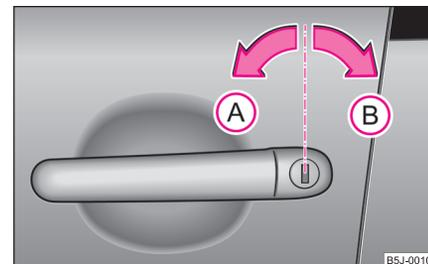

Fig. 21 Giros de llave para abrir y cerrar
- Gire hacia la izquierda la llave en la cerradura de la puerta del conductor a la posición de apertura (A) ⇒ fig. 21.
- Gire hacia la derecha la llave en la cerradura de la puerta del conductor a la posición de cierre (B) ⇒ página 37, fig. 21.